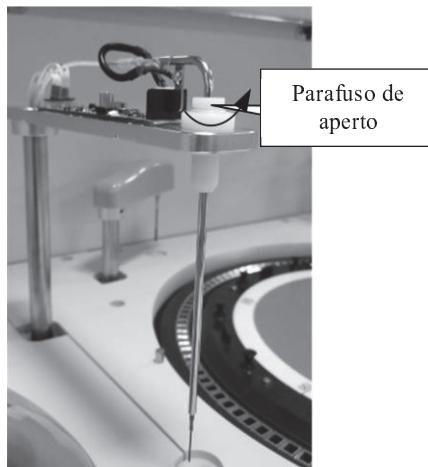

Figura 13-23 Removendo a agulha
6. Solte o parafuso de fixação da agulha no sentido anti-horário e remova lentamente a agulha do suporte anticolisão, conforme mostrado na Figura 13-23.